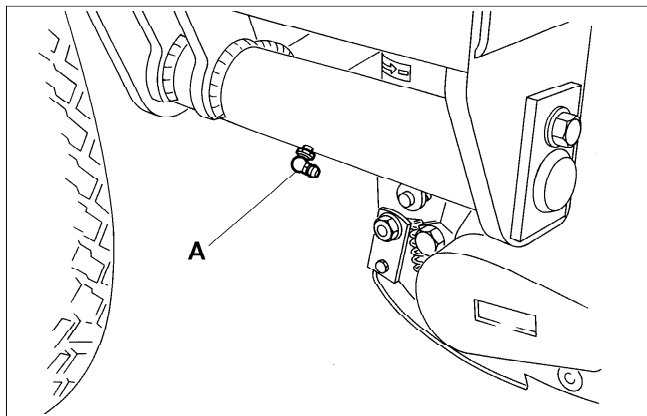

Fig.29
- (b) Bageste løftearmsspindler (A Fig. 29).
- b) Lyftarmens axeltappar, bakre (A fig. 29)